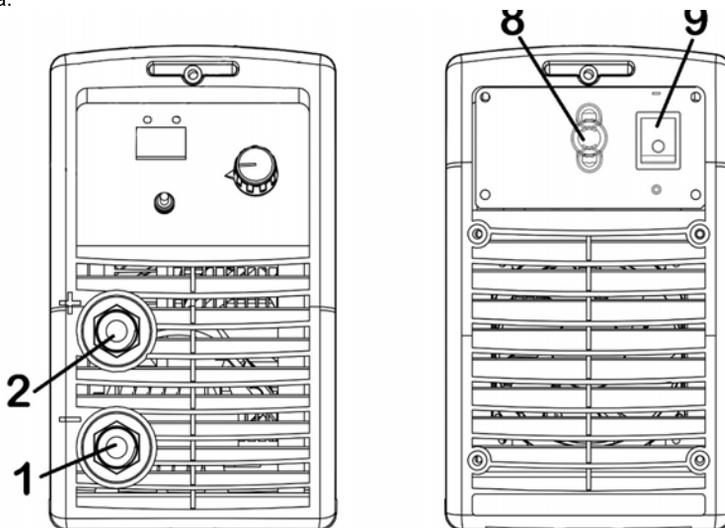
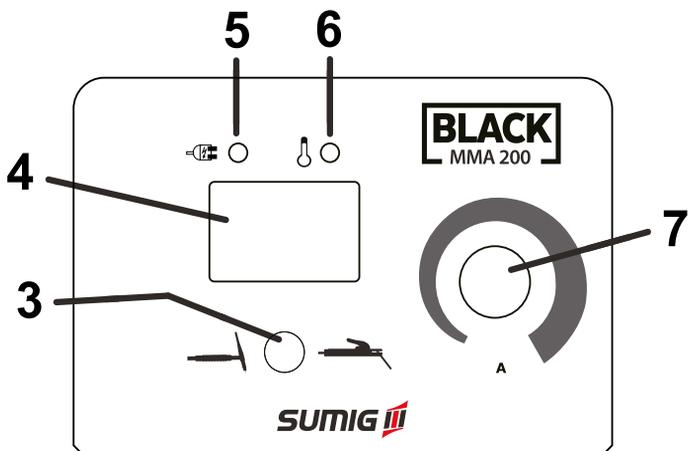

Figura 1
Figura 2
A *figura 1* e a *figura 2* demonstram a posição e função dos componentes externos da máquina:
- 2 - Conecte o porta-eletrodo no conector positivo (+) da máquina (posição 2/figura 1), disponível no painel frontal. Gire para fixá-lo.
- 3 - Conecte o cabo obra no conector negativo (-) da máquina (posição 1/figura 1), disponível no painel frontal. Gire para fixá-lo. Conecte a garra na peça a ser soldada.
- 4 - Após realizadas as conexões acima, posicione a chave seletora de processos (posição 3/figura 1) na posição MMA e ligue a máquina na chave LIGA/DESLIGA (posição 9/figura 1).
- 2 - Conecte a tocha no conector negativo (-) da máquina (posição 1/figura 1) disponível no painel frontal. Gire para fixá-lo;
- 3 - Conecte o cabo obra no conector positivo (+) da máquina (posição 2/figura 1) disponível no painel frontal. Gire para fixá-lo. Conecte a garra na peça a ser soldada;
- 5 - Após realizadas as conexões acima, posicione a chave seletora de processos (posição 3/figura 1) na posição TIG LIFT e ligue a máquina na chave LIGA/DESLIGA (posição 9/figura 1).
- 1 - Selecione o modo MMA na chave seletora de processos (**posição 3/figura 1**) e ligue o equipamento na chave Liga/Desliga (**posição 9/figura 1**);
- 2 - Defina a corrente de soldagem através do botão (**posição 7/figura 1**) disponível no painel frontal;
- 1 - Selecione o modo TIG LIFT na chave seletora de processos (posição 3/figura 1) e ligue o equipamento na chave Liga/Desliga (posição 9/figura 1);
- 2 - Defina a corrente através do botão seletor de corrente disponível no painel frontal (posição 7/figura 1).